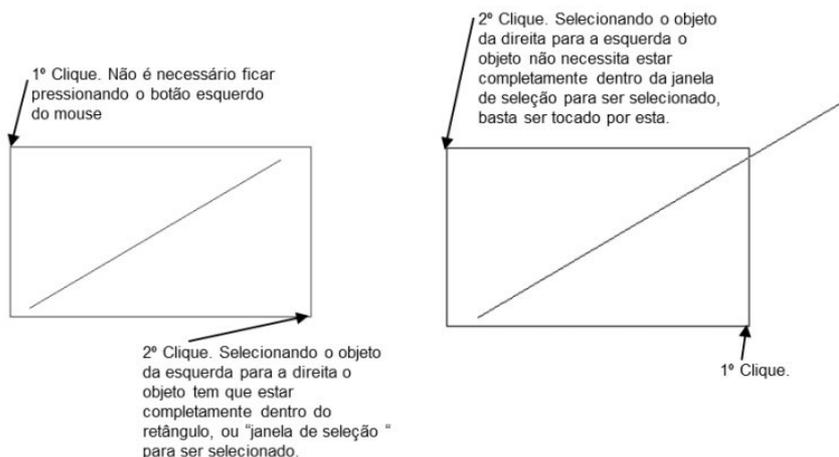

Figura 5.1 - Duas formas de seleção de objetos desenhados.
2. Existem diversas formas de selecionar objetos no AutoCAD. Iremos explicar três delas. A primeira consiste em posicionar o cursor sobre os objetos desenhados e clicar com o botão esquerdo do mouse. Neste caso, cada objeto é selecionado individualmente. A segunda e a terceira consistem em definir uma região formada por um retângulo imaginário que envolve totalmente ou parcialmente os objetos desenhados (figura 5.1). Nesses últimos dois casos não é necessário ficar pressionando o botão esquerdo do mouse após o 1º clique do botão. Diante do exposto, selecione o objeto desenhado na área de trabalho segundo quaisquer umas das opções apresentadas.